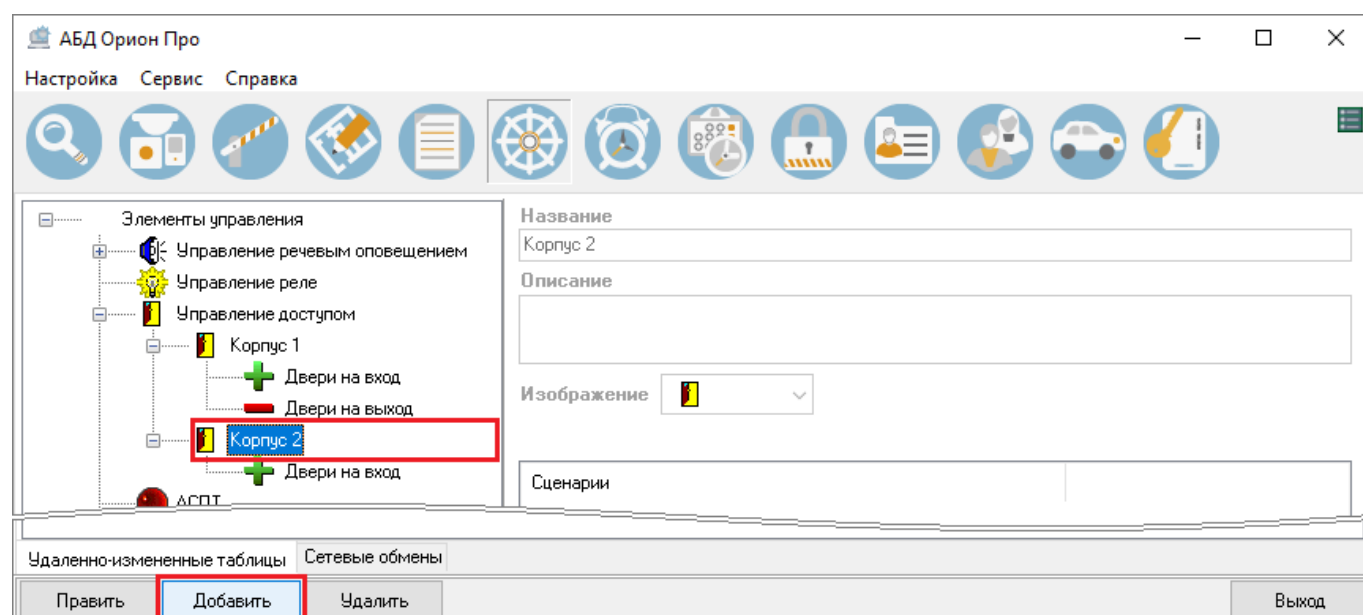

Рисунок 6-651 Добавление элемента управления в дерево управления
- 1) выберите в дереве управления элемент (узел), который будет родительским для нового элемента управления, и нажмите кнопку «Добавить» (см. Рисунок 6-651);